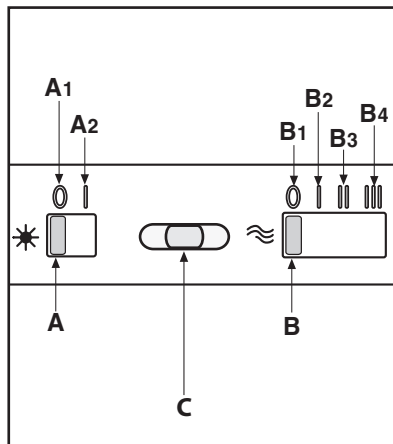

Fig.7
• **Comandi slider (Fig.7)** la simbologia è di seguito riportata: